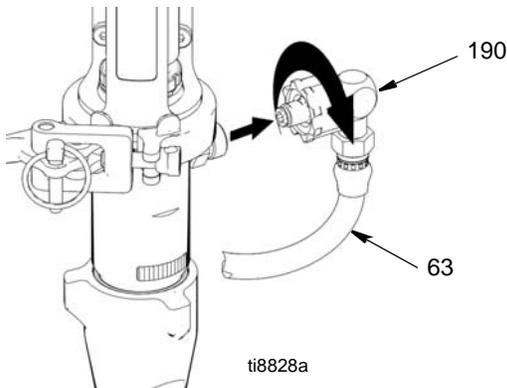

図 14
- (図 14) 塗料ホース金具 (190) と塗料ホース (63) をポンプ付属品から外します。